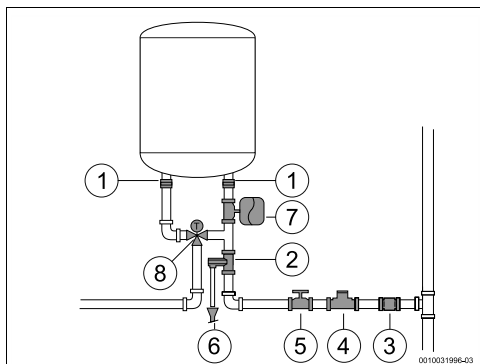

Fig. 10 Toma de agua
Para evitar averías por oscilaciones de presión repentinas en el suministro de agua, se recomienda instalar una válvula antirretorno intercalada en el acumulador (Fig. 10, [7]).
- ▶ Montar la válvula de seguridad en la conexión de agua fría del acumulador de agua caliente (Fig. 10).
- ▶ instalar una válvula de reducción de presión (Fig. 10, [4]). La válvula diferencial se activará siempre que la presión del agua en el aparato sea superior a 8 bar (0,8 MPa) ($\pm 0,5$ bar (0,05 MPa)), en este caso deberá existir la posibilidad de desviar el agua.
- ▶ instalar un vaso de expansión (Fig. 10, [7]) para evitar que la válvula diferencial se abra con tanta frecuencia. El volumen del vaso de expansión debe ser equivalente al 5% del volumen del dispositivo.